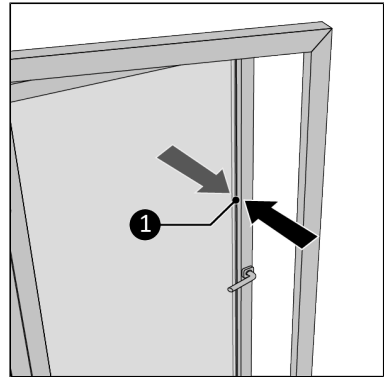

Abbildung 128.
2. Messen Sie die Breite des nach außen gewölbten Rahmens des Fensters (Abbildung 128, Pos. 1).